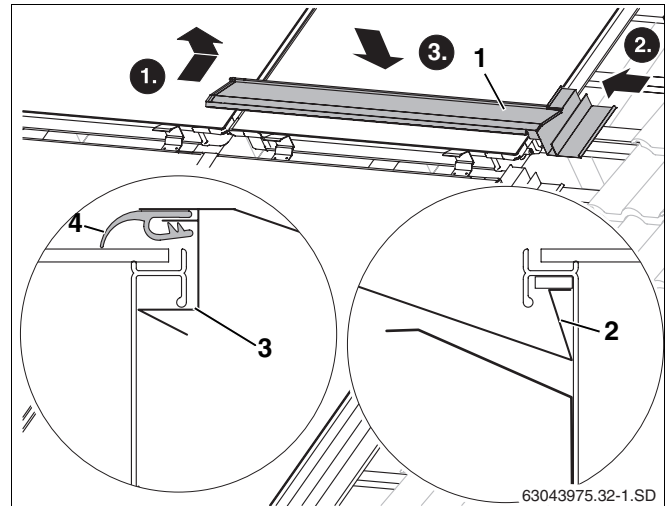

Fig. 51 Colocar la primera chapa protectora central
- Sitúe el canto de la chapa protectora (fig. 51, **pos. 2**) en la empuñadura del marco del colector.
- Introduzca la chapa protectora (fig. 51, **pos. 1**) hacia el colector, en la chapa protectora lateral derecha.
- Haciendo presión en la parte superior de la chapa protectora, encaja por debajo de la empuñadura del marco del colector (fig. 51, **pos. 3**).
- Coloque la falda de goma del colector de escape (fig. 51, **pos. 4**) en la parte superior del mismo y tire de ella hacia adelante.